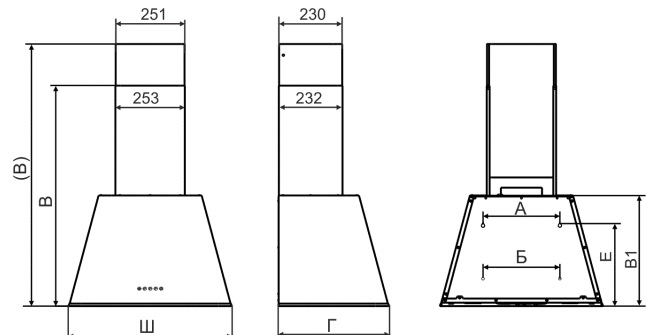

рис. 2
- 6.1 Установка кухонной вытяжки (рис. 2):